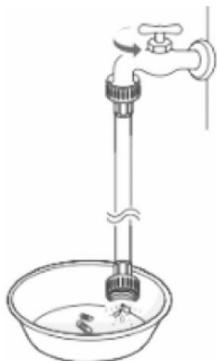

Рисунок 7
3. После присоединения шланга подачи воды к водопроводному крану, откройте его, чтобы вымыть струей воды посторонние вещества (грязь, песок или опилки) из водопроводных линий. Спустите воду в ведро и проверьте температуру воды. (см. рис. 7)